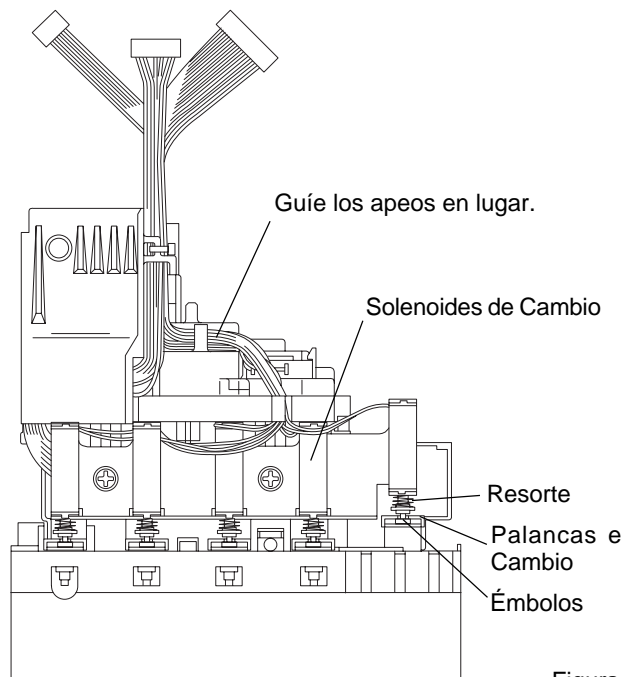

Figura 10
2. Instale los apeos propiamente en lugar como se encontró antes de la remoción. (Véase la Figura 10.)